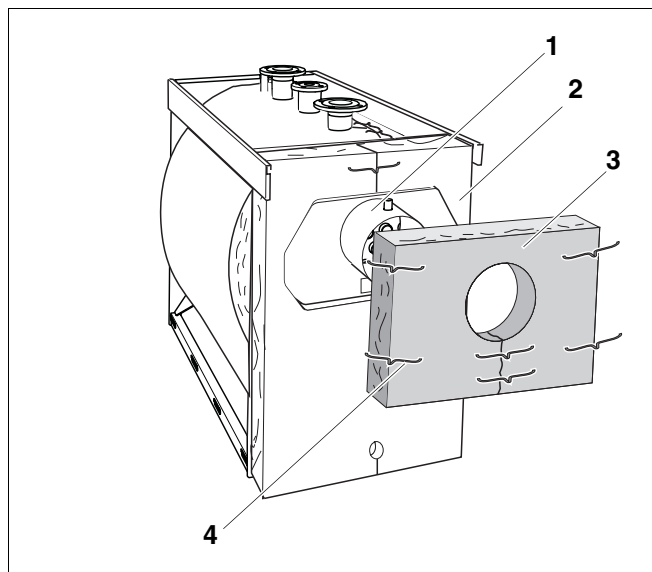

Fig. 25 Montage de l'isolation thermique du collecteur des fumées
- Glisser l'isolation thermique du collecteur des fumées (fig. 25, **pos. 3**) en plaçant la découpe sur la buse des fumées (fig. 25, **pos. 1**).
- Fixer l'isolation thermique du collecteur des fumées (fig. 25, **pos. 3**) avec des agrafes (fig. 25, **pos. 4**) sur l'isolation thermique du corps de chaudière (fig. 25, **pos. 2**).